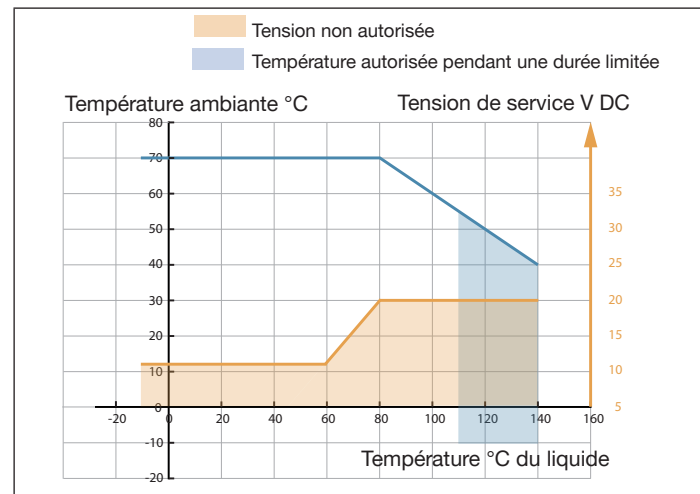

Fig. 15 : Tension d'alimentation minimale en fonction de la température ambiante et de la température du liquide
- Respecter la tension d'alimentation minimale, voir Fig. 15.